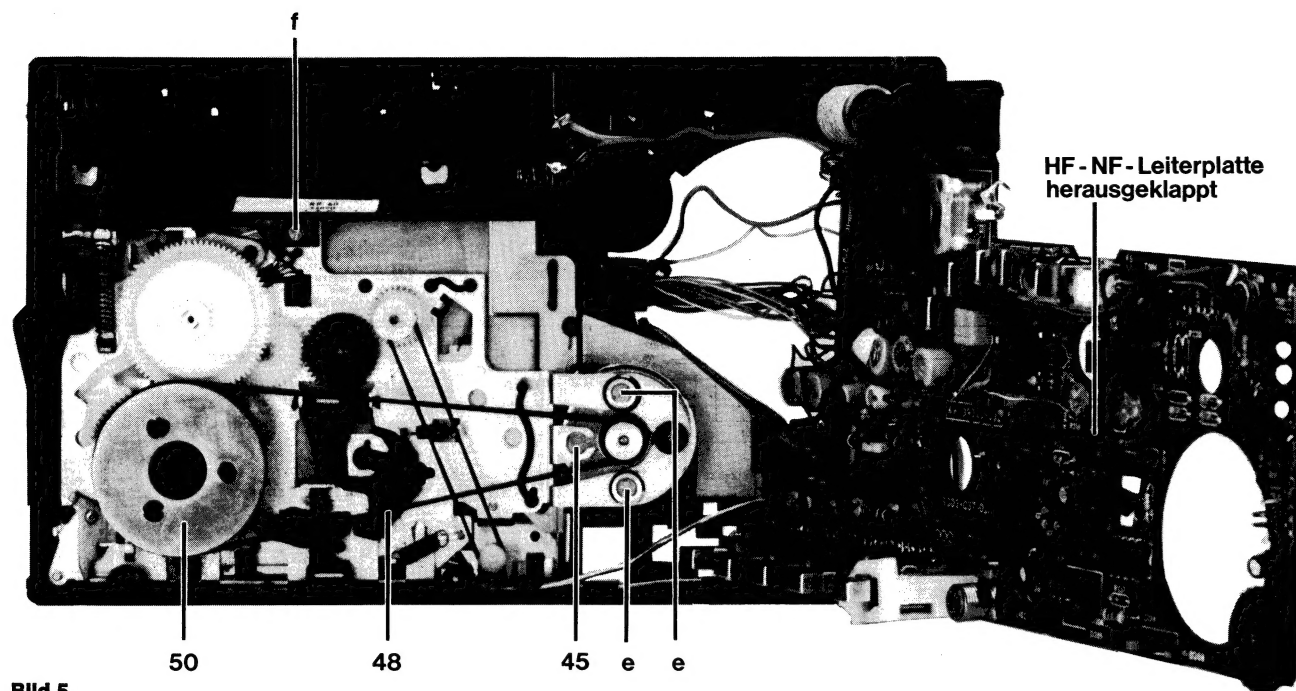

Bild 5
6. Motor wechseln (Bild 5)
7. Schwungscheibe ausbauen (Bild 5, 6)